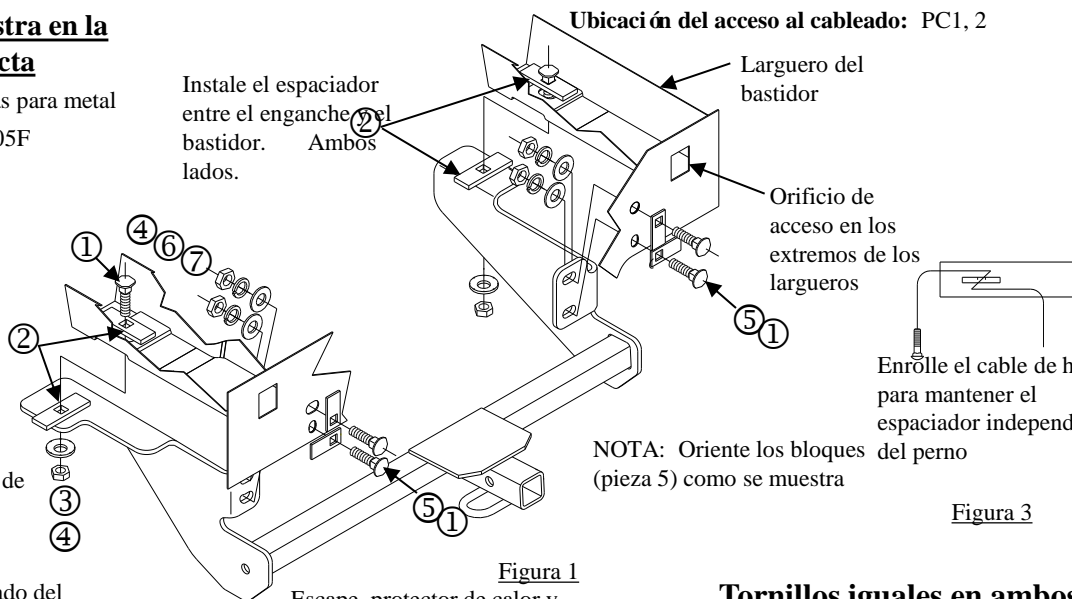

Figura 1
- Instale los tornillos restantes como se muestra. Figura 1. NOTA Oriente los bloques (pieza 5) como se muestra (Los bloques no deben traslaparse)